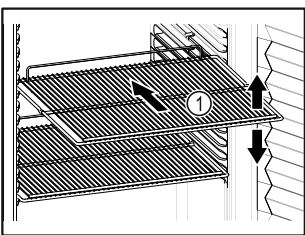

Fig. 57 Voorbeeld
- Indien de legroosters Fig. 57 (1) verplaatsbaar zijn, deze aan de hoogte aanpassen.